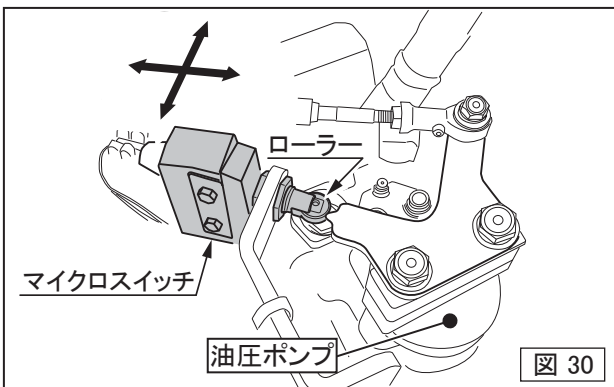

図 30
- マイクロスイッチ先端部のローラー(油圧ポンプ)のカムシャフトの凸部分に合って押されている状態が中立です。(図30)